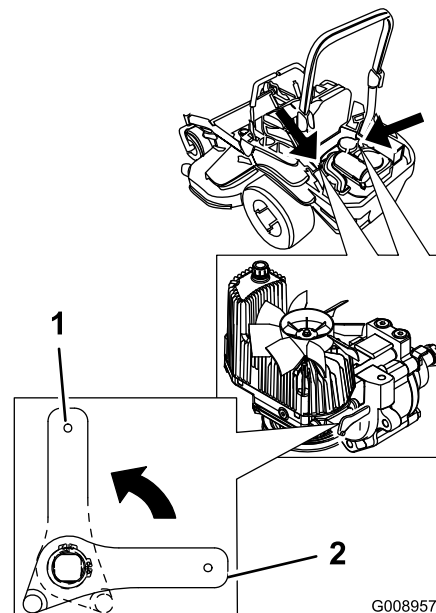

Figure 34
3. Tournez les leviers des vannes de déblocage en position verticale pour pousser la machine. Cela permet au liquide hydraulique de contourner la pompe et aux roues de tourner (Figure 34).
5. Tournez les leviers des vannes de déblocage en position horizontale pour utiliser la machine (Figure 34).